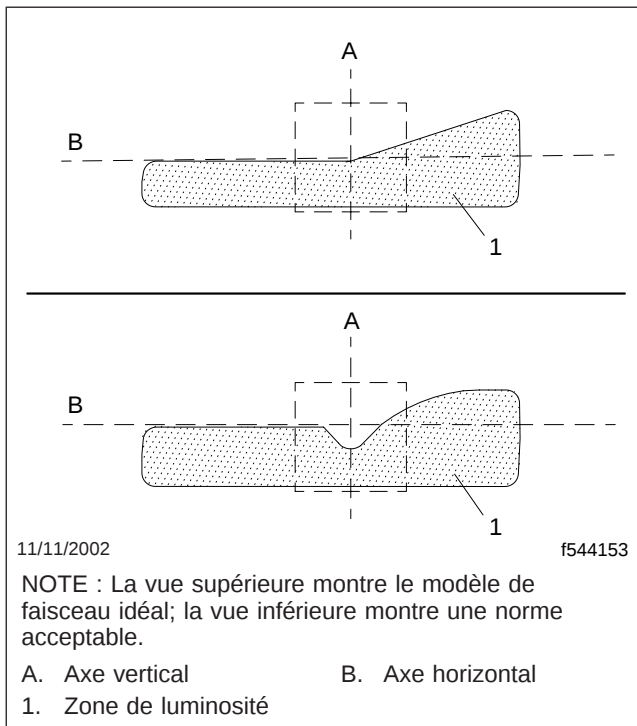

Fig. 15.5, Modèle de faisceau de phares
2. Le véhicule stationné à une distance de 7,6 m (25 pi) de l'écran ou du mur, positionnez les feux en mode de croisement et placez les deux boutons de réglage dans la même position (si nécessaire) pour ajuster l'éclairage des phares de manière à ce que le modèle du faisceau soit conforme à la norme acceptable; voir la **figure 15.5**.